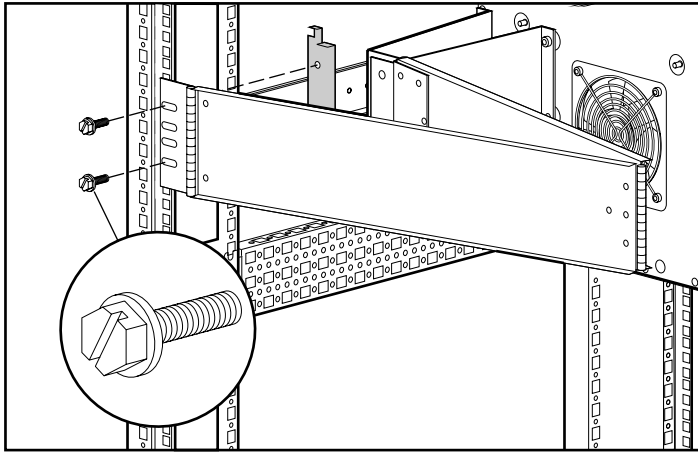

図3-15: ケーブル マネジメント アームを垂直サイド レールに取り付ける
3. 図3-15に示すように、2本の10-32×5/8ワッシャー フェイスすり割り付き六角ネジで、アームをラックに取り付けます。